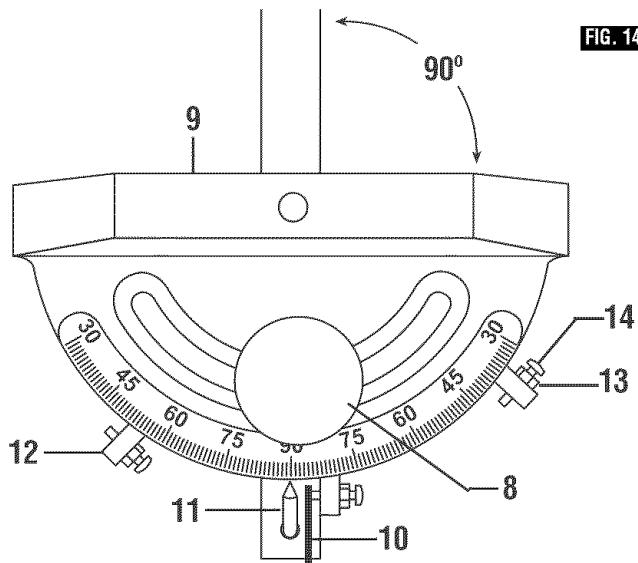

FIG. 14
1. To adjust the miter gauge, loosen lock knob **8** and set the miter gauge body **9** so the pointer **11** is at desired angle, then tighten lock knob **8** (Fig. 14).
2. Make a cut on a piece of scrap wood. Check it with a square to see if the piece of wood was cut at 90° (Fig. 14). If the piece of wood was not cut 90°, adjust the miter gauge body **9**, tighten lock knob **8** and make additional cuts until you are certain you have made a 90° cut. If pointer **11** is not pointing to 90°, loosen set screw **15** adjust pointer and tighten set screw **15**.
1. Pour régler le guide de coupe angulaire, desserrez la molette de verrouillage **8** et réglez le corps **9** du guide de coupe angulaire de manière à ce que l'indicateur **11** soit en face de l'angle désiré, ensuite resserrez la molette de verrouillage **8** (Fig. 14).
2. Scier une chute de bois. À l'aide d'une équerre, vérifiez que la coupe est d'équerre (Fig. 14). Si ce n'est pas le cas, réglez le corps **9** du guide de coupe angulaire, serrez la molette de verrouillage **8** et faites des coupes d'essai supplémentaires jusqu'à ce que vous soyez sûr que la coupe est d'équerre. Si l'indicateur **11** n'est pas en face du repère 90°, desserrez la vis de blocage **15**, réglez l'indicateur et resserrez la vis de blocage **15**.
1. Para ajustar el calibre de ingletes, afloje el pomo de fijación **8**, ajuste el cuerpo del calibre de ingletes **9** de manera que el indicador **11** esté en el ángulo deseado y luego apriete el pomo de fijación **8** (Fig. 14).
2. Realice un corte en un pedazo de madera de desecho. Compruebe con una escuadra si el pedazo de madera se cortó a 90° (Fig. 14). Si el pedazo de madera no se cortó a 90°, ajuste el cuerpo del calibre de ingletes **9**, apriete el pomo de fijación **8** y haga cortes adicionales hasta que esté seguro de que ha hecho un corte a 90°. Si el indicador **11** no está señalando 90°, afloje el tornillo de ajuste **15**, ajuste el indicador y apriete el tornillo de ajuste **15**.